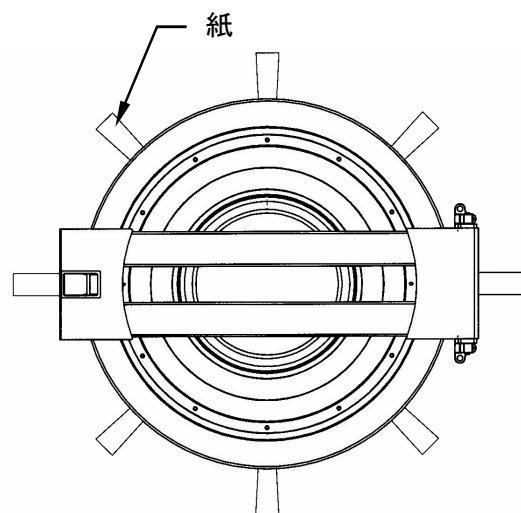

図 8-12
- ・ 紙を(図 8-12)の様に水分を十分拭き取られたドアパッキンとドア口金の間に挟み、ドアを閉めます。